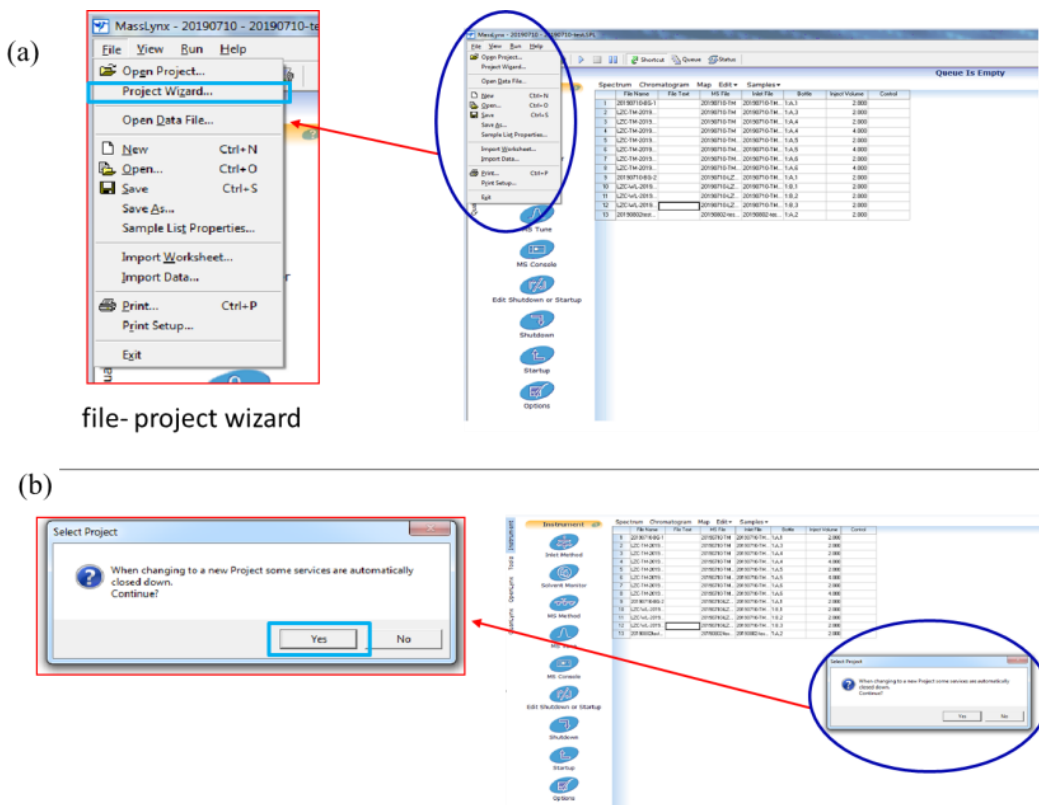
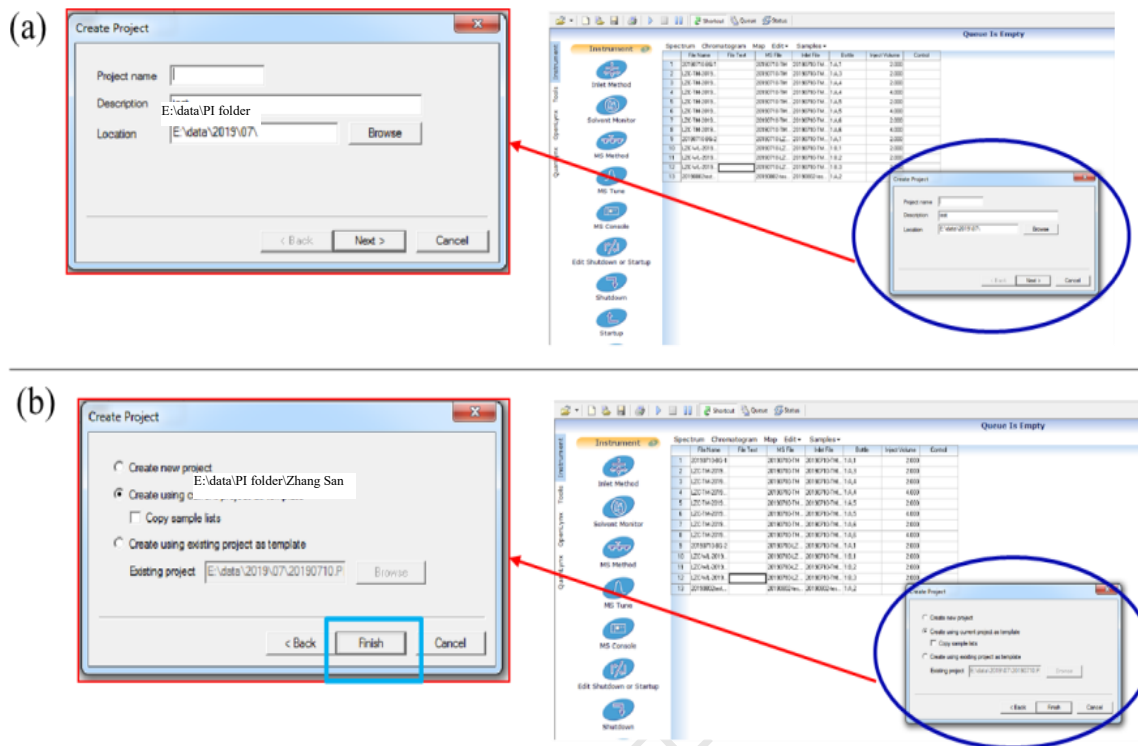
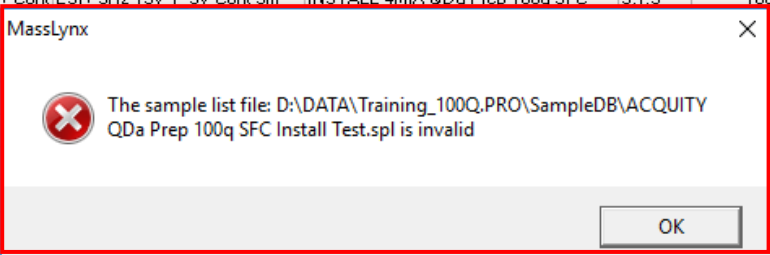
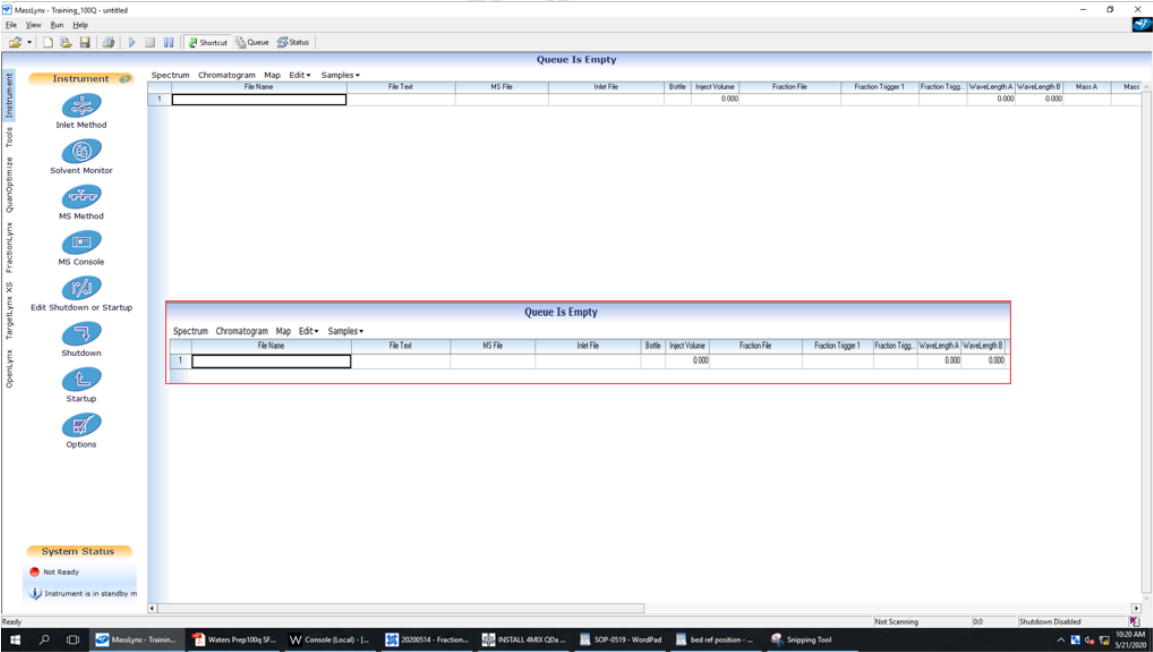

图 6-4
图 6-5
图 6-6
图 6-7
**Step2.** 点击 File - Project wizard(图 6-4, 蓝绿色方框), 弹出对话框(图 6-4(b)), 点击 Yes 进入项目新建向导(图 6-5(a))。
**Step3. 项目新建向导。**如图6-5, 通过Browse选择正确的项目路径(location), 输入项目名称(Project name), 点击Next, 弹出对话框(图6-5 (b)), 勾选**Create using current project as template**选项, 点击Finish, 弹出显示序列文件无效提醒窗口(图6-6), 点击OK进行确认。至此完成新建项目(图6-7)。
**Step4.** 新建项目完成后, 弹出....spl 无效的提醒(图 6-6), 点击 OK。随后软件将显示新建项目及其全新的进样序列, 如图 6-7 所示。依次输入或新建方法: FileName/File Text/MS File/Inlet File/Bottle/Inject Volume/Fraction File/Fraction Trigger1/Wavelength A/Mass A 等信息。